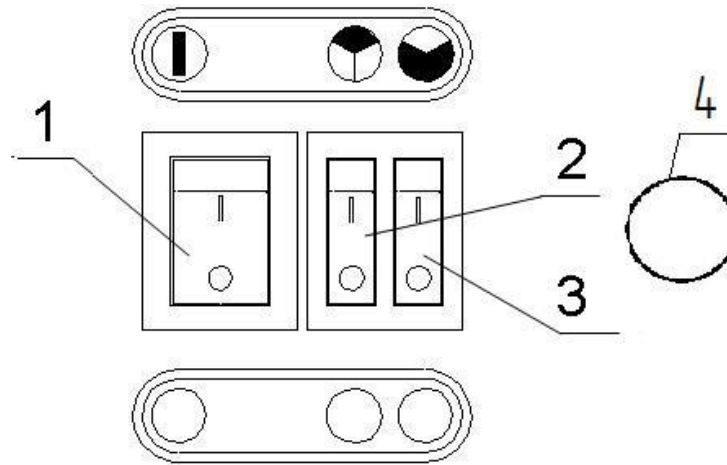
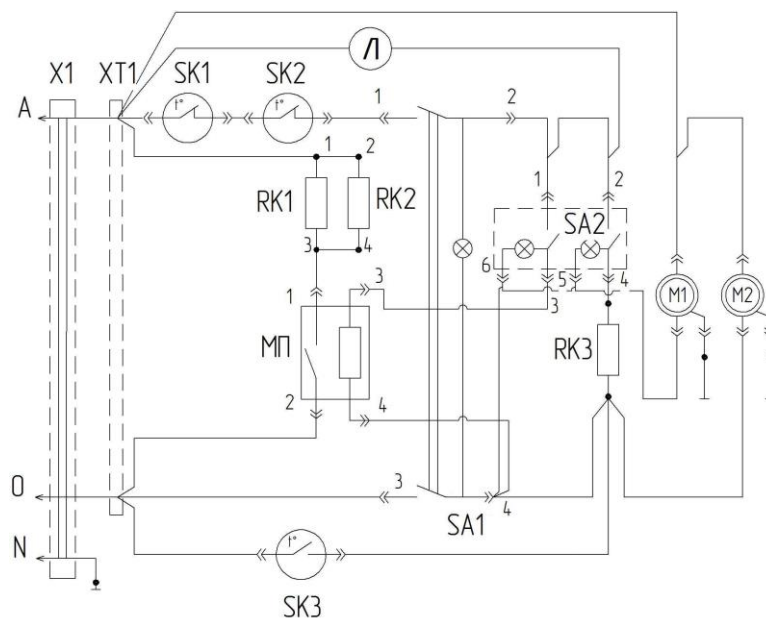

Рис. 1 Кнопки управления.
Рис.2 Схема электрическая принципиальная.
Тепловая завеса состоит из корпуса, на котором установлены два вентилятора и три нагревательных элемента. Сверху завеса закрыта обтекаемым кожухом. Забор воздуха осуществляется через отверстия в кожухе, выход через жалюзи в корпусе. Справа от жалюзи на корпусе находятся клавиши управления тепловой завесой. Схема электрическая принципиальная приведена на рис.2. Положение клавиш управления на рис.1.
- 7.1.1. Для включения режима воздушной завесы необходимо включить клавишу сетевого выключателя (поз.1, рис.1) в положении " ① ", при этом включаются вентиляторы и загорается подсветка клавиши, создается режим «воздушный занавес».
положение "●", при этом загорается подсветка клавиш и включаются два нагревателя мощностью 3,0 кВт. Для работы в режиме 3 установить клавиши 2 и 3 (рис.1) в положение "◐" и "◑" при этом горит подсветка всех клавиш и завеса работает с полной мощностью 4,5 кВт.